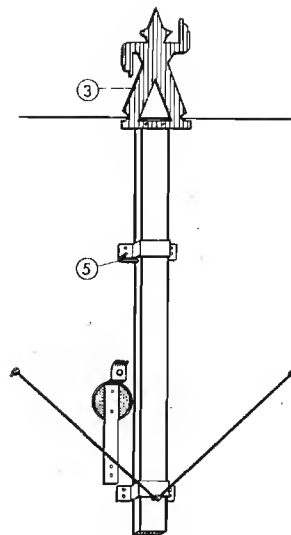

Fig. 105. Premendo sul centro, la figura si alza di colpo.
il dischetto si trova nel foro circolare della tavola e la parte angolata dell'uncino (5) si trova nel foro della linguetta; facendo « centro », il dischetto (1) si sposta, liberando l'uncino (5), ed il listello — tirato dall'elastico — si alza di scatto fino al punto dove il medesimo uncino (5) viene a battere contro il fermo costituito dal cavallotto (4) superiore. L'ometto (3) appare sopra il bordo del tiro a segno (fig. 105).